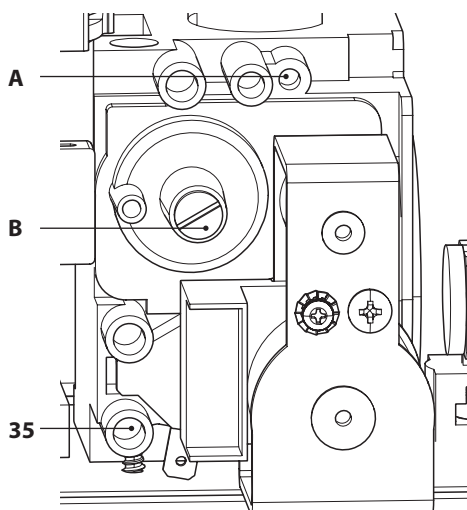

Figura 7.5
- A caldaia spenta (fuori servizio), controllare la pressione di alimentazione utilizzando la presa 35 in Figura 7.5 e confrontare il valore letto con quelli riportati nella tabella Pressioni di alimentazione gas nella sezione "Dati tecnici" pag. 30.
- Richiudere bene la presa di pressione 35 in Figura 7.5.
- Per tarare il **CO2** della caldaia (pressione del gas al bruciatore) svitare completamente il tappo in ottone di protezione **B** e agire sulla vite a brugola  $\varnothing$  4 mm sottostante Figura 7.5, girando in senso orario il **CO2** aumenta.
regolazione massimo RQ (A in Figura 7.5) della valvola gas e tarare il  $\text{CO}_2$  allo stesso valore riportato nella sezione "Dati tecnici" in tabella "Dati in sanitario" pag. 30 (modello M260.2025 SM/T) e pag. 34 (modello M260.3035 SM/T). Girando in senso orario il  $\text{CO}_2$  diminuisce.